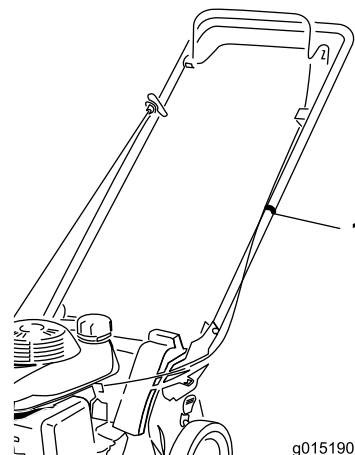

Bild 7
5. Binden Sie die losen Kabel mit Hilfe einer Kabelbinde aus den losen Teilen an den Griff (Bild 7).